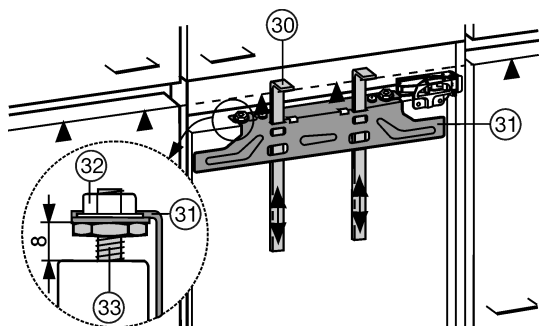
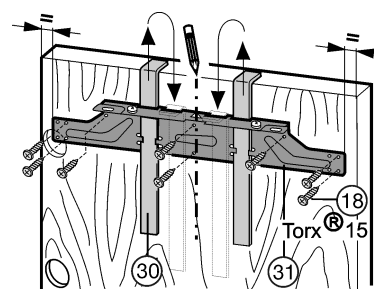

Fig. 23
Fig. 24
- ▶ Montagehjælpen Fig. 23 (30) skubbes op på møbeldørens højde. Montagehjælpens nedre anslagskant ▲ = overkant af den møbeldør, som skal monteres.
- ▶ Montagetraversen Fig. 24 (31) skrues af ved hjælp af kontramøtrikkerne Fig. 23 (32).
- ▶ Montagetraversen Fig. 24 (31) hænges på møbeldørens inderside med montagehjælpen Fig. 24 (30).
- ▶ Montagetraversen Fig. 24 (31) rettes ud, så den er i midten. Markér en kort midterlinie på møbeldøren og anbring traversens pilspids over den.
- ▶ Montagetravers Fig. 24 (31) skrues fast med mindst 6 skrue.
- ▶ Montagetravers Fig. 24 (31) skrues fast ved kanten med mindst 4 skrue.
- ▶ Montagehjælpen Fig. 24 (30) trækkes ud opadtil, drejes og skubbes ind i udtagningsåbningerne ved siden af.